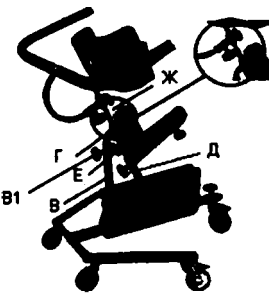

рис. 26
2) Регулировка угла наклона рамы (рис. 26)
3) Регулировка высоты поддерживающего сиденья (рис. 26)
4) Регулировка высоты грудной обоймы (рис. 26)